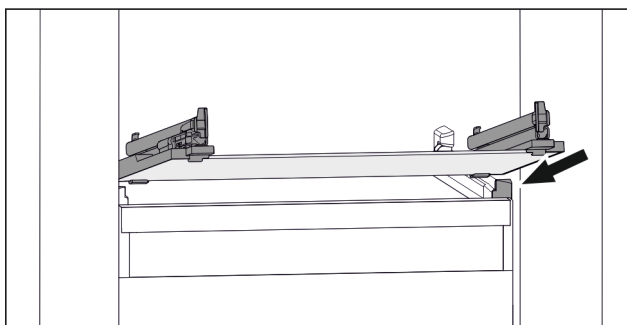

Fig. 83 Príklad zobrazenia sklenenej dosky
- Nasad'te sklenenú dosku šikmo za záložkami. (pozri Fig. 83)